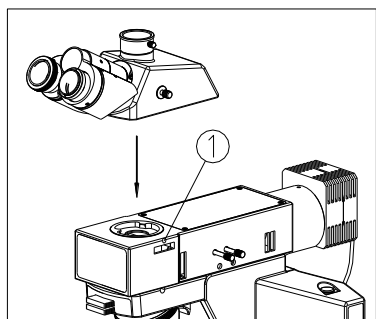

图 13
- (1) 将观察头锁紧螺钉①完全松开。(如图 13)
- (2) 把观察头底部的燕尾接口对准反射照明器上的圆孔中心偏右的位置，略微左倾，沿孔口插入圆孔，使观察头的双筒朝前，然后旋紧锁紧螺钉①。